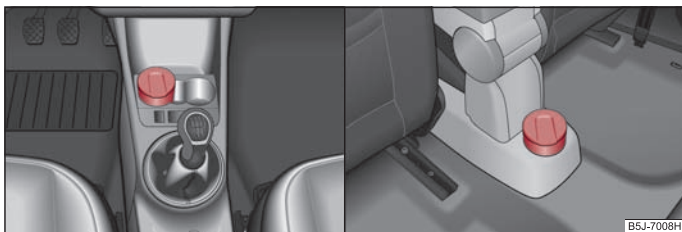

Fig. 76 Consola centrală: Scrumiera din față / spate
- Scoateți scrumiera ⇒ fig. 76 în sus. Nu țineți scrumiera de capac - pericol de rupere.